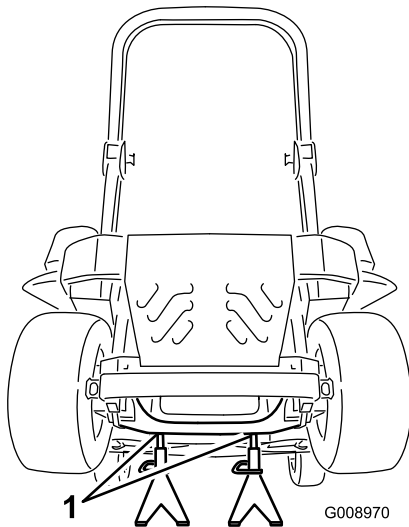

Figure 95
3. Soulevez la machine sur des chandelles (Figure 95).
9. Retirez les chandelles et abaissez la machine (Figure 95).